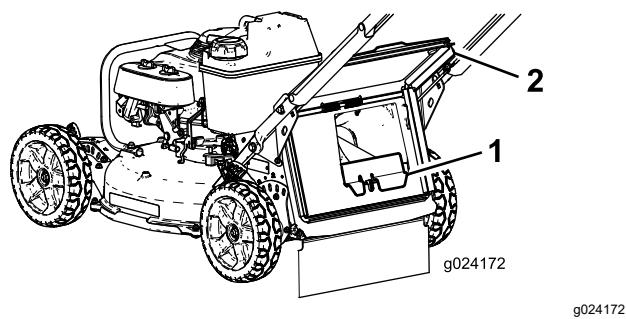

Figura 20
hasta que el enganche encaje en su sitio (Figura 20).
1. Puerta trasera 3. Muesca (2)
2. Extremo de la varilla de la bolsa (2)
3. Retire el tapón de descarga trasera presionando el enganche hacia dentro con el dedo pulgar y extrayendo el tapón de la máquina (Figura 20).